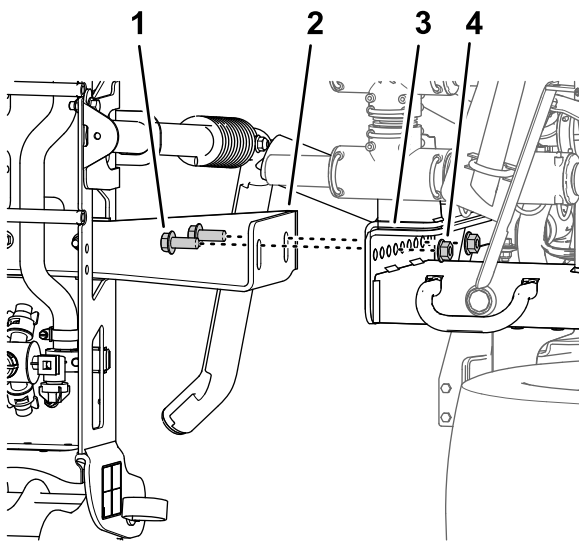

Figura 45
4. Retire os quatro parafusos de cabeça flangeada (1/2 x 1-1/4 pol.) e as quatro porcas de bloqueio de cabeça flangeada (1/2 pol.) que prendem os suportes da secção de pulverização central à placa de montagem na estrutura da máquina e retire a secção de pulverização central da máquina (Figura 45).